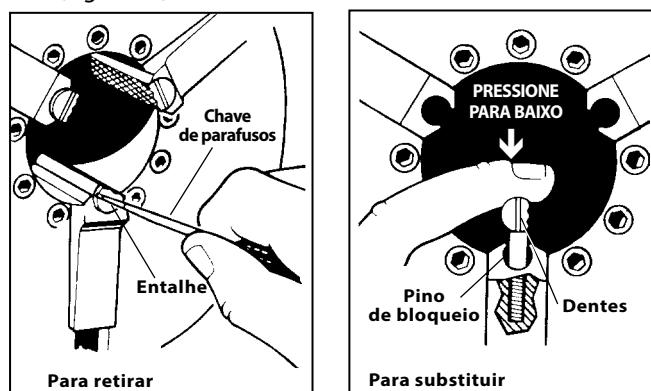

Figura 33 – Substituir a inserção dos mordentes
1. Coloque a chave de parafusos na ranhura do entalhe e rode 90 graus em qualquer direção. Retire o entalhe (*Figura 33*).
2. Insira o entalhe lateralmente no pino de bloqueio e pressione o máximo possível para baixo (*Figura 33*).